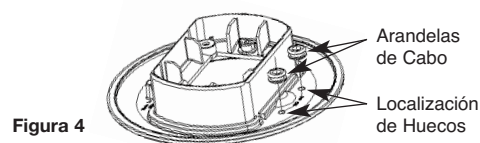

Figura 4
- Aplicaciones de bajo voltaje de pase **Opcionales** (Véase la Figura 4)
- Aplicaciones opcionales de bajo voltaje y con continuación: (Véase la Figura 4)